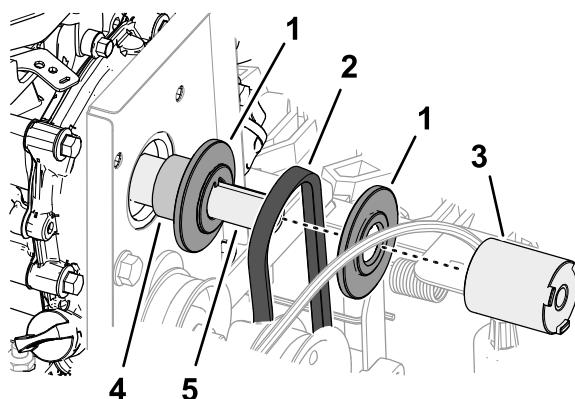

Figura 50
- Nella parte superiore della macchina, allineate la cinghia di trazione nella scanalatura della puleggia di trazione e fate scorrere la cinghia di trazione sull'albero motore (Figura 50).